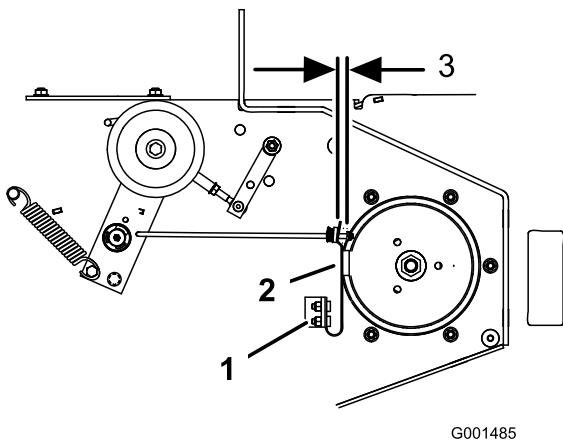

Figure 70
- Le cas échéant, ajustez les boulons de fixation de ressort de sorte que la plaquette de frein de lame frotte contre les deux côtés de la gorge de la poulie (Figure 70).
- Ajustez l'écrou à l'extrémité de la tige de frein jusqu'à ce que l'écrou et l'entretoise soient espacés de 3 à 5 mm (1/8 à 3/16 po) (Figure 70).